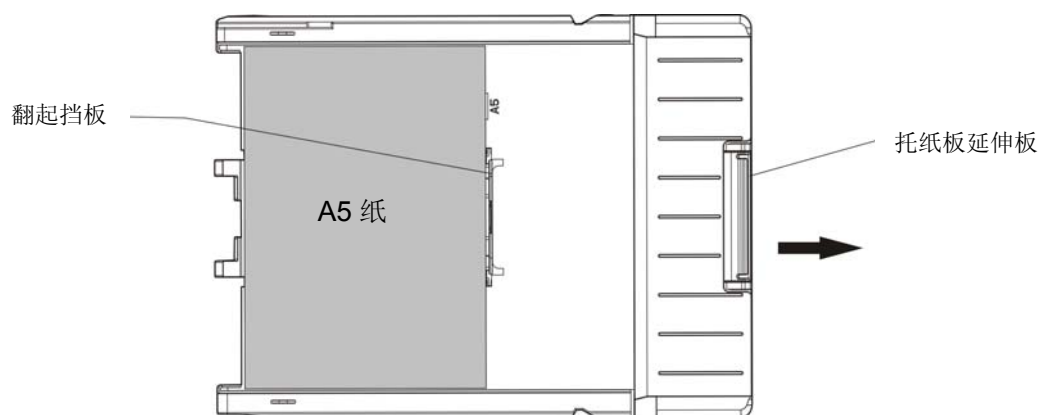

图 3-3 安装 A5 纸张（横向）
2. 一次放入多张纸，需先将纸边缘以扇形展开，使纸张分离，否则打印过程会出现卡纸。（如图 3-3 所示）